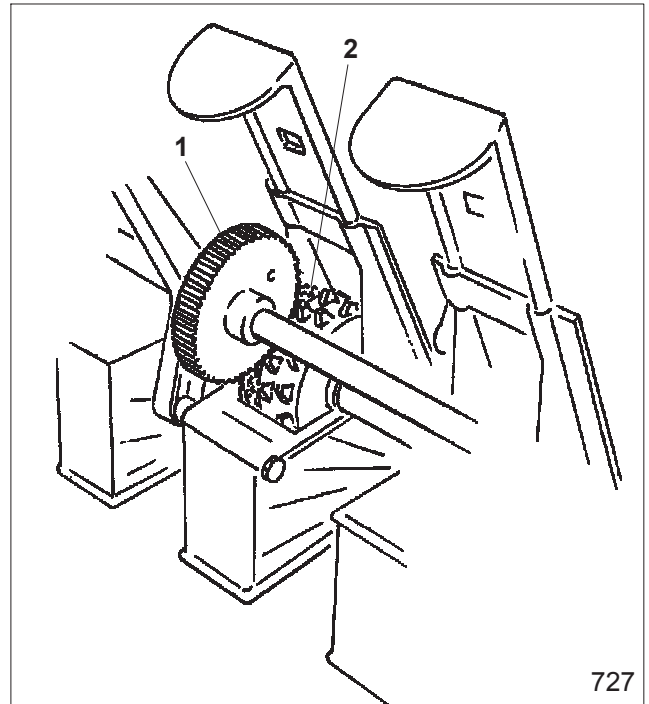

Fig. 18.30
- Mettre en prise les dents du pignon d'entraînement (Fig. 18.30/1) et les roues de jalonnage de précision (Fig. 18.30/2). Fixer le pignon d'entraînement sur l'arbre intermédiaire.